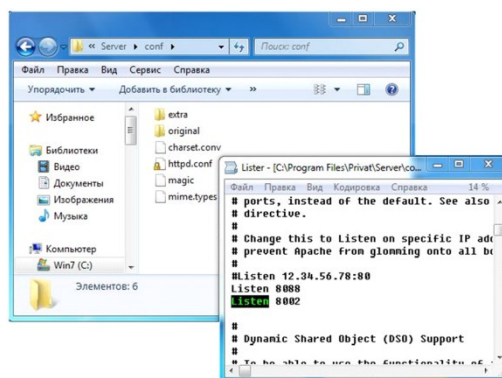

Рис. 5.16. Изменение номера TCP/IP-порта для GPRS-подключения
- 2) найдите строку `Listen 8088` и измените номер **или** добавьте такую же строку с другим (дополнительным) номером (рис. 5.16);